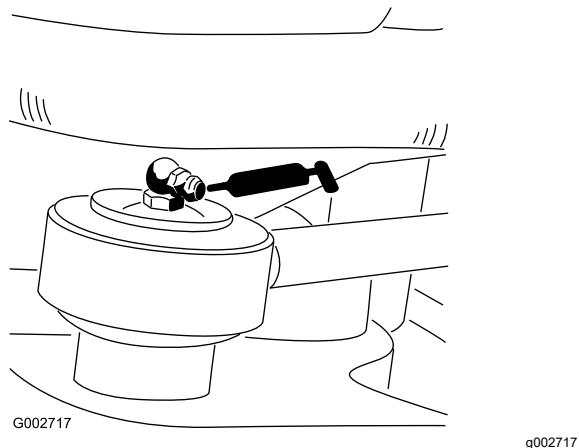

Figura 25
- estremità dell'asta del cilindro di sterzo (1) – solo modello 08705 (Figura 25)